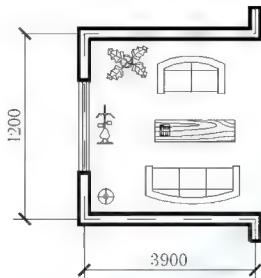

图 3.141 利用 AutoCAD 设计中心绘图
- (1) 使用绘图和修改命令绘制图 3.141 所示的图形，墙厚 240mm。
(2) 在 AutoCAD 设计中心选择 Home-Space Planner 文件, 找到该文件中下列图块并将它们拖动到图形相应位置。